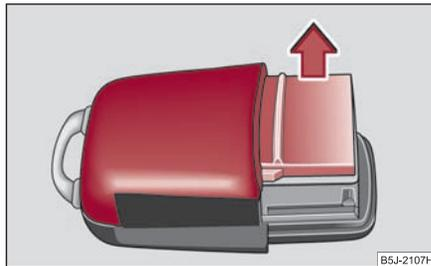

Abb. 34 Deckel des Sendergehäuses
- Nehmen Sie den Deckel des Sendergehäuses  $\Rightarrow$  Abb. 34 in Pfeilrichtung ab.